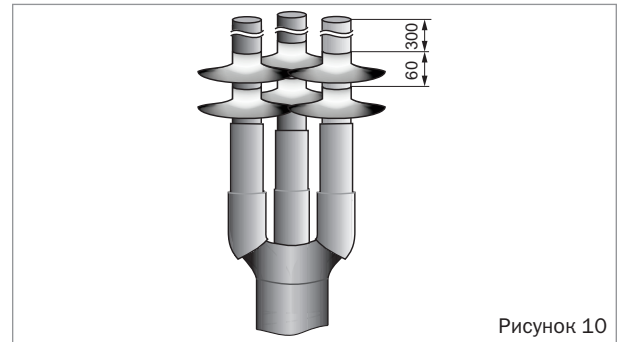

Рисунок 10
- При монтаже концевой муфты серии КНтп-10 после усадки трекингостойкой трубки надеть на каждую жилу кабеля по два термоусаживаемых изолятора с интервалом 60 мм между изоляторами и усадить, начиная с изолятора, надетого первым (рисунок 10).